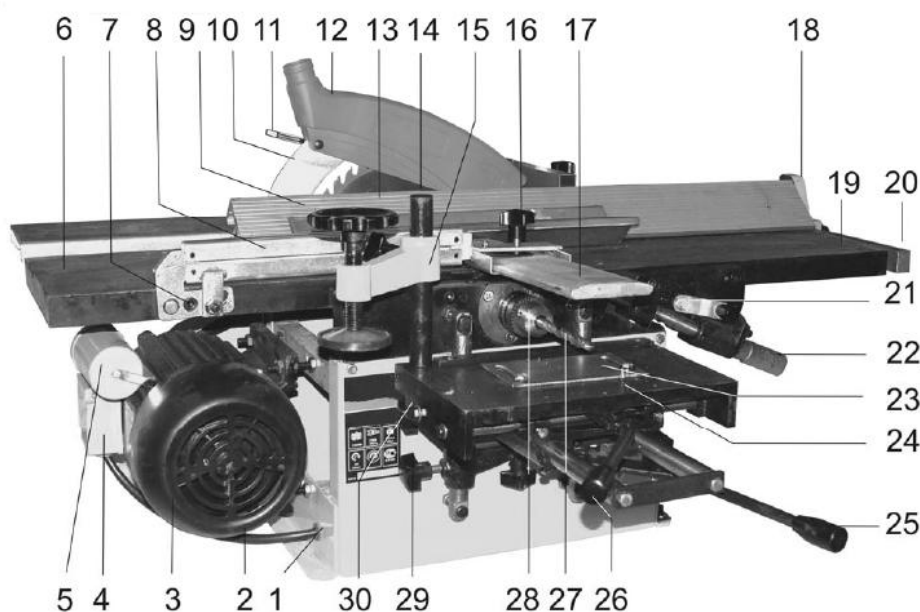
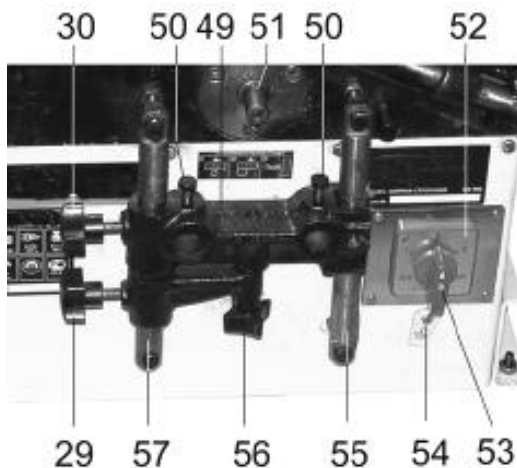
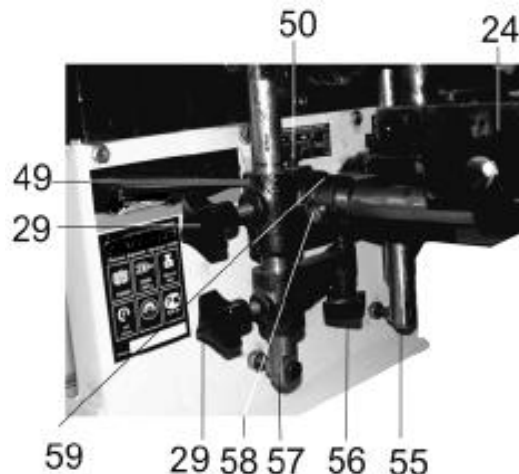

Рис. 2
Рис. 8
Рис. 9
Монтаж станка (Рис. 2)
- Установите пильный суппорт 33 (Рис. 2, 5);
- На рабочей поверхности суппорта 33 (Рис. 2, 5) установите и закрепите винтом фиксации 36 (Рис. 2, 5) направляющую скола 34 (Рис. 2, 5).
Установка защитной планки (Рис.2)
- На торцевой поверхности приёмного стола 6 (Рис 2) установите и болтом 7 (Рис. 2) закрепите кронштейн 8 (Рис. 2);
- Ослабьте положение винта фиксации 16 (Рис. 2), установите защитную планку 17 (Рис. 2);
- Положение защитной планки 17 (Рис. 2) закрепите винтом фиксации 16 (Рис. 2).
Установка суппорта для выполнения сверильных/фрезерных работ (Рис.2,8,9)
- Выкрутите два установочных болта 50 (Рис. 8), установите направляющие суппорта 24 (Рис. 9) до упора в специальные посадочные места держателя 49 (Рис. 9). Зафиксируйте положение двумя болтами 50 (Рис. 8). Ослабьте фиксацию болта 58 (Рис. 9). Ограничительное кольцо 59 (Рис. 9) передвиньте в сторону держателя 49 (Рис. 9) и зафиксируйте положение болтом 58 (Рис. 9);
- В специальном отверстии на рабочей поверхности суппорта 24 (Рис. 2) установите и закрепите стойку 14 (Рис. 2). На стойке 14 (Рис. 2) установите и закрепите рычаг 15 (Рис. 2) прижимного устройства.
Установка сверильного патрона (Рис. 2,8)
- На шпиндель 51 (Рис. 8) установите сверильный патрон 28 (Рис. 2), прилагая определённое усилие, направленное в сторону станка.
- Включение и отключение рабочего режима станка осуществляется выключателем – 53 (Рис. 8).
- Для включения станка необходимо повернуть ручку переключателя 53 (Рис. 8) в положение «1» или «2» в зависимости от необходимого направления вращения ротора двигателя.
5.2. Регулировки и настройки перед началом пильных работ (Рис. 2, 3, 6)
- установить пильный рабочий стол 39 (Рис. 2) на высоту так, чтобы верхняя точка пильного диска 38 (Рис. 2) превышала толщину пиления заготовки на высоту зуба пильного диска 38 (Рис. 2);
- точную регулировку положения рабочей поверхности суппорта 24 (Рис. 1) произвести регулировочным винтом 56 (Рис. 9); положение закрепить винтом фиксации 30 (Рис. 1);
- для ограничения поперечного хода суппорта 24 (Рис. 1) ослабить положение болта 58 (Рис. 9), передвинуть ограничительное кольцо 59 (Рис. 9) в необходимое положение и зафиксировать болтом 58 (Рис. 9).